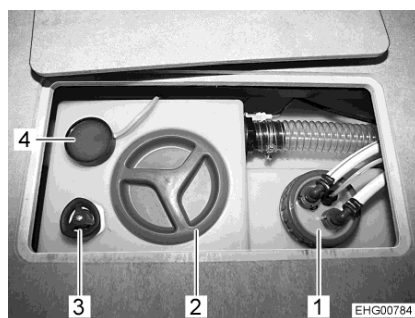

Fig. 130 Maniglia girevole (serbatoio dell'acqua)
- Apertura:* ■ Sul serbatoio dell'acqua, ruotare la maniglia girevole (Fig. 130,3) in senso antiorario fino all'arresto. L'acqua fuoriesce fino a ca. 20 litri.
- Chiusura:* ■ Sul serbatoio dell'acqua, ruotare la maniglia girevole (Fig. 130,3) in senso orario fino all'arresto.